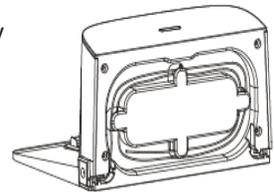

Abb. 3
4. Asegúrese de que el cable de alimentación DC esté recogido, de lo contrario el cuerpo principal podría tener problemas para encontrar la base (imagen 3).